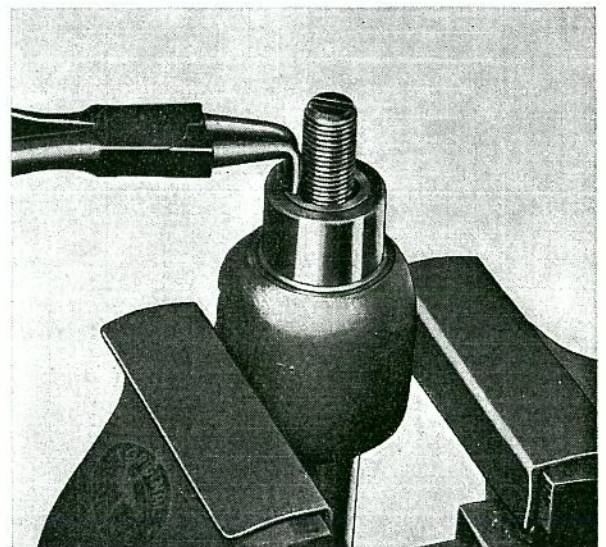

Bild 29. Demontering av justerskruv.
4. Lossa låsmuttern (på tidigare utförande kapseln och låsbrickan) och skruva ur justerskruven ur locket. Justerskruven kan demonteras ifrån styraxeln sedan låsringen tagits bort, se bild 29.